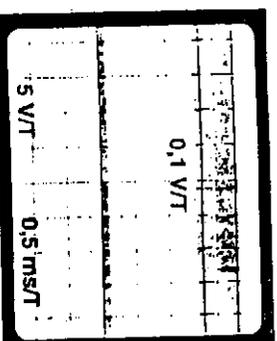
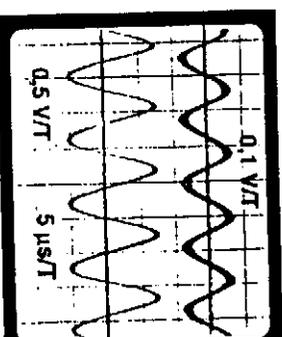

Bild 59: Bei 100 KHz (und denselben Einstellungen wie links) ist am Ausgang fast gar nichts mehr zu sehen.
Bild 60: Die gedehnte Darstellung von Bild 59 zeigt deutlich die Phasenverschiebung zwischen Ein- und Ausgang.
■ Noch gravierender wird dieser Abfall bei einer weiteren Erhöhung der Eingangsfrequenz auf ca. 100 KHz; jetzt zeigt das Oszilloskop (bei unveränderten Einstellungen) am Ausgang kaum mehr als einen dicken Strich, d.h. die Amplitude ist hier völlig zusammengebrochen (Bild 59). Was ist auf einmal passiert?
■ Aber noch ein Einfluß spielt bei hohen Frequenzen eine Rolle. und das ist die zunehmende Phasendrehung zwischen Ein- und Ausgangssignal. Wenn wir das Oszillogramm von Bild 59 einmal zeitlich dehnen (von 0,5 ms/T auf 5 μs/T) und den Ableitkoeffizienten unten vergrößern (um den Faktor 10), dann erkennen wir diese Phasenverschiebung (Bild 60): Die Wellenberge (und -täler) am Eingang und Ausgang fallen nicht mehr genau zusammen, sondern sie sind gegeneinander verschoben; wird dieser Versatz noch größer, dann wirkt er wie eine Phasenumkehr und aus dem nichtinvertierenden Verstärker wird ein Invertier-